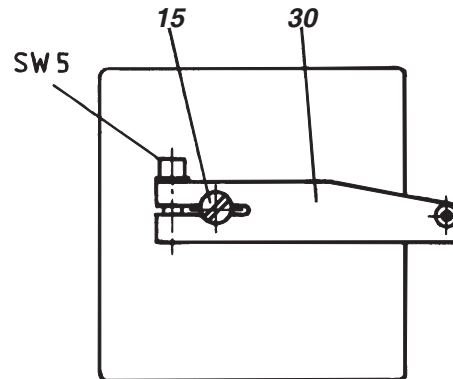

Abb. 16: Befestigen des Anlenkhebels am Stellungsregler
- e) Anlenkhebel **30** für Schwenkantrieb zunächst so auf der Durchführungswelle **15** befestigen, wie in Abb. 16 dargestellt.